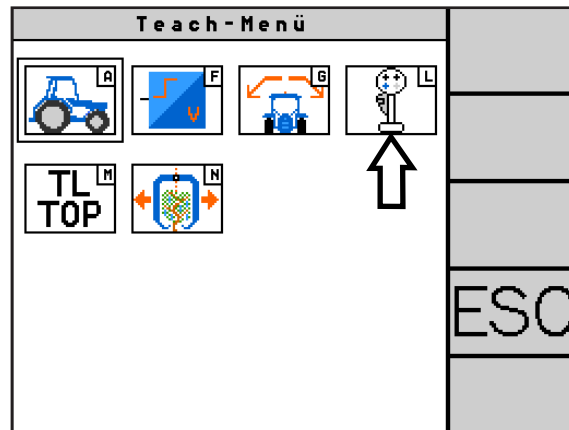

Abb. 70: Teach Joystick aufrufen
Wählen Sie im Teach-Menü das Symbol mit dem Joystick (L) (siehe Abb. 70), um das Menü „Teach Joystick“ aufzurufen.